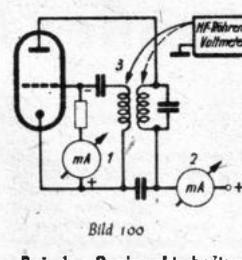
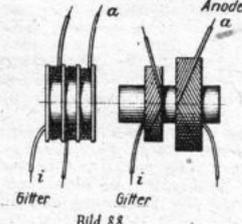

Bild 100
Bild 88
Die genaue Windungszahl ist zu erproben und so klein wie möglich zu halten, damit die Röhre gerade sicher schwingt (siehe Bild 100). Bei Luftspulen ergeben sich die größeren, bei Eisenspulen die kleineren Werte für die Windungszahl der Koppelspule. — Bei Kammer- und Kreuzwickelspulen wird stets das äußere Ende (Kennzeichen a = außen oder o = oben) der Schwingkreisspule an Anode gelegt. Damit der Wicksinn stimmt und die Rückkopplung einsetzt, muß das innere Ende i der Koppelspule am Gitter liegen (Bild 88).
- Prüfen auf Schwingen durch Kurzschluß der Gitter- oder Anodenleitung. Die Schwingungen setzen aus, die Anzeige bei 1 und 3 geht auf Null, Strom bei 2 steigt an (Bild 100).